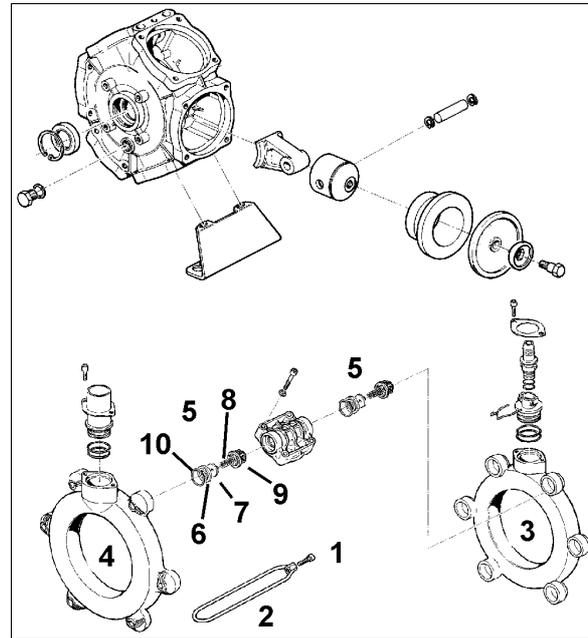

Fig. 118
10. Appliquez les conduits d'aspiration - (Fig. 118/3) et de refoulement (Fig. 118/4) sur leur emplacement et fixez les avec les étriers (Fig. 118/2).
11. Serrez les vis (Fig. 118/1) en étoile avec un couple de serrage de **11 Nm**.